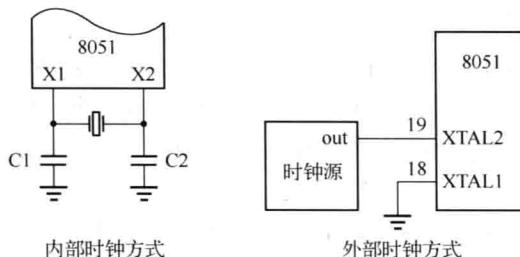

图 1-1-3 8051 单片机的时钟电路
- (1) Pin20：接地脚。
- (2) Pin40：正电源脚，正常工作或对片内 EPROM 烧写程序时，接 +5V 电源。
- (3) Pin19：时钟 XTAL1 脚，片内振荡电路的输入端。
- (4) Pin18：时钟 XTAL2 脚，片内振荡电路的输出端。
- 8051 的时钟有两种方式，如图 1-1-3 所示。一种是内部时钟振荡方式，但需在 18 脚和 19 脚外接石英晶体 (2 ~ 12MHz) 和振荡电容，振荡电容的值一般取 10 ~ 30pF。另一种是外部时钟方式，即将